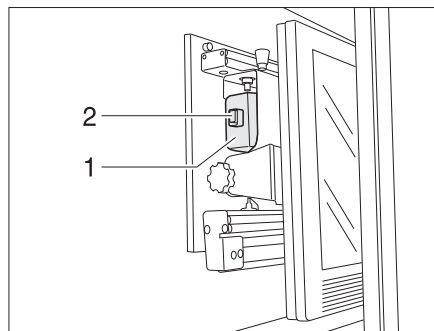

Bild 10 Fäste i TV-skåp
- Vrid TV-apparaten till utgångsläget (Bild 10), lås vid behov läget.
- Skjut fästet för den platta bildskärmen bakåt med hjälp av handtaget (Bild 10,1). Spärren (Bild 10,2) hakar i.